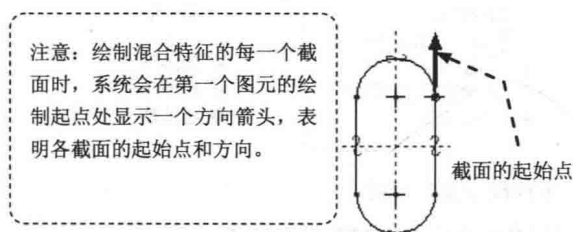
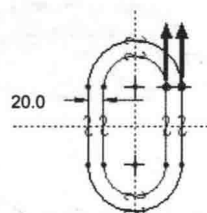

图 1.5 第一个截面草图
图 1.6 第二个截面草图
② 进入草绘环境后, 接受默认参照 RIGHT 和 TOP。
③ 以“使用边”的方式来创建图 1.5 所示的第一个截面草图, 方法如下: 单击“使用边”命令按钮; 在“类型”对话框中, 选中  环  单选项, 再单击图 1.5 所示的图形的边线。
(5) 创建混合特征的第二个截面。
① 在图形区右击, 从弹出的快捷菜单中选择 **切换截面(T)** 命令 (或选择下拉菜单 **草绘(S)**  **特征工具(U)**  **切换截面(T)** 命令)。
② 绘制图 1.6 所示的第二个截面。以偏距“使用边”的方式来创建图 1.6 所示的特征截面草图, 方法如下: 单击“偏移”命令按钮; 在“类型”对话框中, 选中  链  单选项, 再单击图 1.6 所示的图形的某条边线。